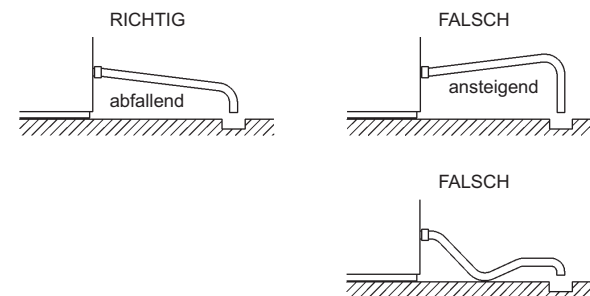

Abb. 3
- * Um einen Rücklauf in den Vorratsbehälter zu verhindern, muß die Ablaufleitung wie in Abb. 3 gezeigt ausgelegt sein.
- 3) Den grauen, flexiblen Ablaufschlauch (Zubehör) wie gezeigt an den R3/4-Anschluß auf der Rückseite des Eisbereiters festschrauben. Dabei wieder darauf achten, daß der Gummidichtungsring sicher eingepaßt ist, bevor man die Verbindung von Hand festschraubt. Dieser Schlauch kann zum Abfließen in einen Kanal (Abb. 3) auf die richtige Länge zugeschnitten werden.